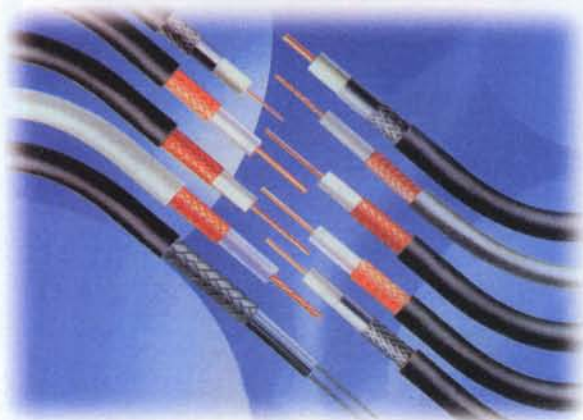

Figura 3.5. Cable coaxial o blindado
**Cables coaxiales o blindados:** están formados por un conductor central o alambre multifilar rodeado por una cubierta de polietileno gruesa, llamada *dieléctrico*, sobre la cual se encuentra un segundo conductor trenzado en forma de malla, llamado *blindaje*. Se emplean en comunicaciones, vídeo y aplicaciones de alta frecuencia. **Figura 3.5**